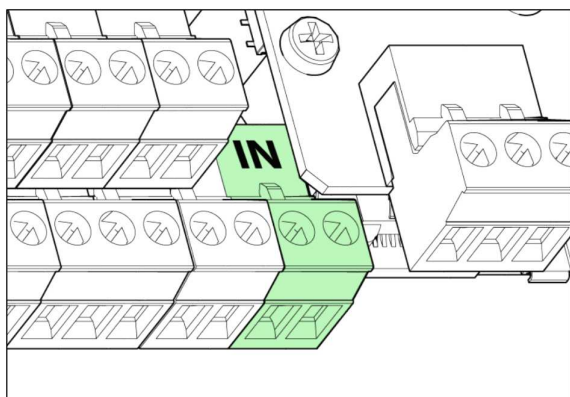

Рис. 33. Входы сухих контактов на платах MCU и IOC
2. Подключите провода линии входа сухих контактов к соответствующим клеммам согласно Рис. 33 и Таблице 13